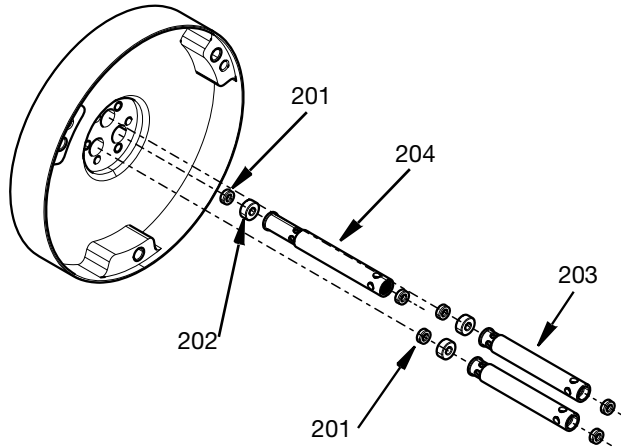

FIG. 15
- Ziehen Sie die Packungsdistanzstücke (203 und 204), die Stangendichtungen (201) und das Stangenlager (202) heraus. Siehe **Werkzeugsatz für das Einführen und Entfernen der Dichtung, 25T489**, Seite 37 zum Ausbau von Stangendichtungen. Siehe FIG. 15.
25T489, Seite 37 zum Ausbau von Stangendichtungen. ANMERKUNG: Es gibt 2 Größen von Distanzstücken (203 und 204). Siehe FIG. 15.